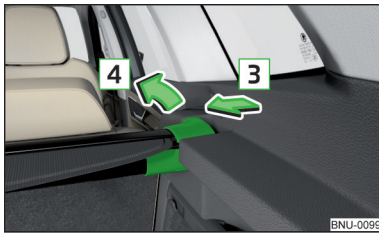

Abb. 138
- Auf der Seite der Querstange in Pfeilrichtung **3** drücken und die Abdeckung in Pfeilrichtung **4** **herausnehmen** » Abb. 138.